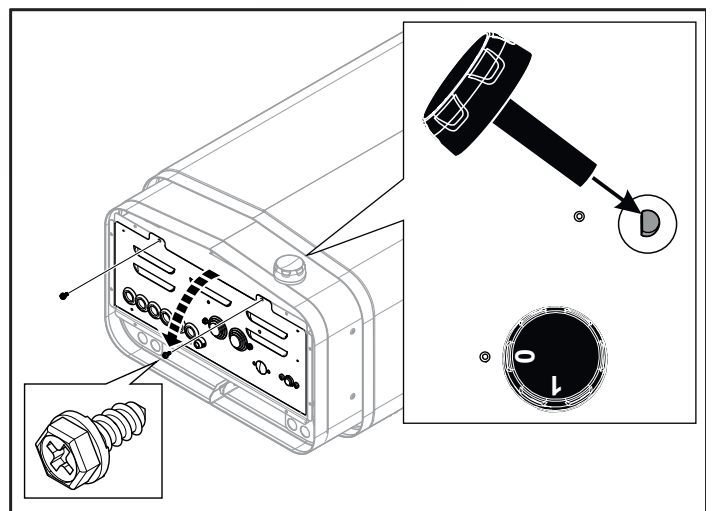

Abb. 8: Öffnen/Schließen der Abdeckung
1. Legen Sie den Saunaofen mit der Vorderseite nach oben auf den Boden. Wählrad montieren, siehe Abb. 8.
2. Lösen Sie die Schrauben und öffnen Sie die Abdeckung, siehe Abb. 8.
7. Schließen Sie die Abdeckung und drehen Sie die Schrauben ein, siehe Abb. 8.